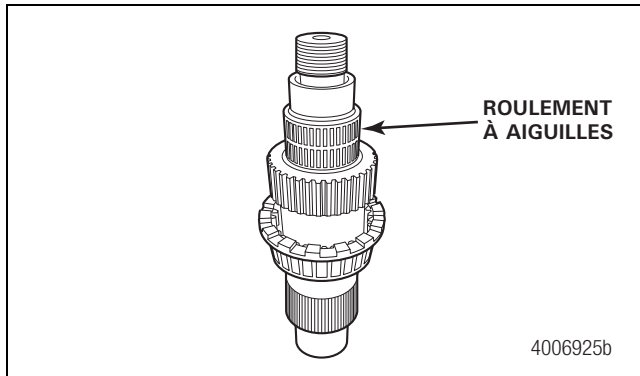

Figure 6.3
5. Installer le roulement à aiguilles (ajustement glissant) sur la demi-partie arrière de l'arbre de sortie, puis l'enduire d'une légère couche de graisse au lithium (norme Meritor 0-668). Figure 6.3.